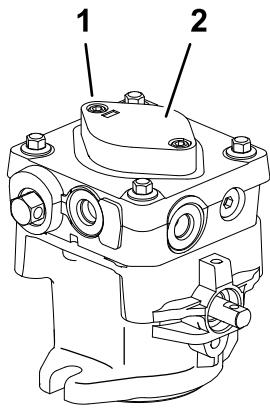

Figure 51
7. Pour amorcer la pompe de charge, desserrez deux vis à six pans à tête creuse (Figure 51) de seulement un tour et demi. Le moteur doit être arrêté. Soulevez le corps de pompe de charge et attendez que l'huile s'écoule régulièrement dessous. Resserrez les vis. Effectuez cette procédure pour les deux pompes.